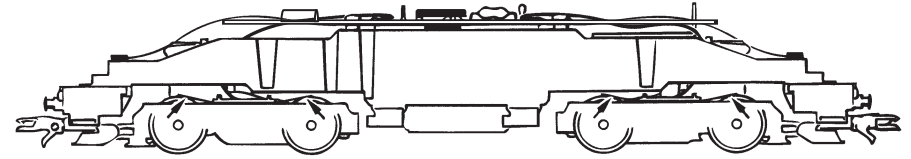

Fig. 8
4. Motorwechsel: Lokgehäuse abnehmen (Fig. 3). Danach wird der Motor ausgebaut und ausgewechselt (Fig. 8).
4. Motor Changing: First remove loco body (fig. 3), and then the motor (fig. 8).
4. Remplacement du moteur: Démontez la caisse (voir fig. 3). Puis vous pouvez échanger le moteur (fig. 8).